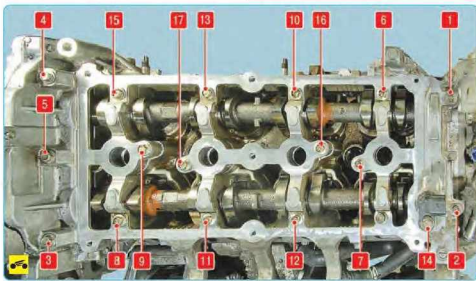

Рис. 5.10. Порядок выворачивания болтов крепления крышки распределительных валов
18. Выверните болты крепления крышки распределительных валов в порядке, показанном на рис. 5.10...